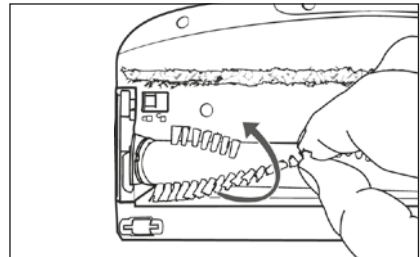

Fig. 25
- 3) Tire del rodillo de cepillos ㉑ por las cerdas para extraerlo del cepillo para suelos ㉒. Para extraerlo con más facilidad, gire ligeramente el rodillo de cepillos ㉑ al mismo tiempo (consulte la fig. 25).